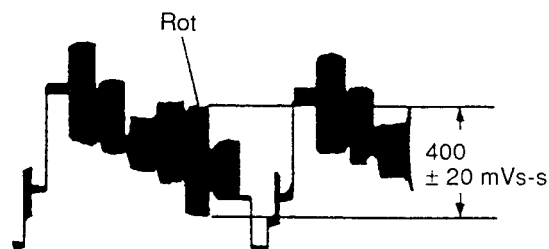

Abb. 2-19
(5) Chromagewinn-Einstellung (Abb. 2-19, 2-20)
Die Taste **[Ctrl]** drücken und niederhalten, und danach die Tasten **[U]** und **[D]** drücken, so daß der Rotpegel 400 mV $\pm$ 20 mVs-s ($56 \pm 2,5$ IRE) beträgt (Abb. 2-19)